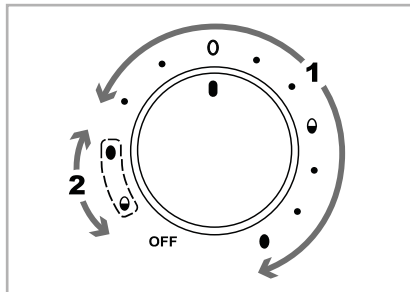

Abb. 1
- 1) Drehen Sie den Drehregler 9 in die Position, die dem gewünschten Härtegrad der Eier entspricht. Benutzen Sie den Einstellbereich „1“ (siehe Abb. 1) mit den Symbolen und den dazugehörigen Punkten davor:
Sie können mit dem Gerät Eier in zwei unterschiedlichen Härtegraden kochen. Der zuerst erreichte Härtegrad ist dabei immer der weichere. Für zuverlässige Ergebnisse müssen alle verwendeten Eier möglichst gleich groß sein und die gleiche Ausgangstemperatur haben. Für den ersten Kochvorgang gilt der Einstellbereich „1“ mit den Symbolen und den dazugehörigen Punkten davor. Für den zweiten Kochvorgang gilt der Einstellbereich „2“ mit den umstrichelten Symbolen (siehe Abb. 1).
- 2) Stellen Sie den Drehregler **⑨** in die Position, die dem weichsten Härtegrad der Eier entspricht (es gilt der Einstellbereich „1“, siehe Abb. 1). Die Kontrollleuchte **⑩** leuchtet auf und der Kochvorgang beginnt.
- 3) Sobald die Eier den ersten, weicheren Härtegrad erreicht haben, erklingt ein Signalton. Drehen Sie den Drehregler **⑨** in die Position „OFF“, um das Gerät auszuschalten. Die Kontrollleuchte **⑩** erlischt.
- 4) Nehmen Sie den Deckel **③** ab und entnehmen vorsichtig die gewünschte Anzahl Eier, die mit dem weicheren Härtegrad gekocht werden sollten.
- 5) Setzen Sie den Deckel **③** wieder auf und drehen Sie den Drehregler **⑨** in die Position der umstrichelten Symbole (Einstellbereich „2“, siehe Abb. 1), die dem gewünschten Härtegrad für die im Gerät verbliebenen Eier entspricht: